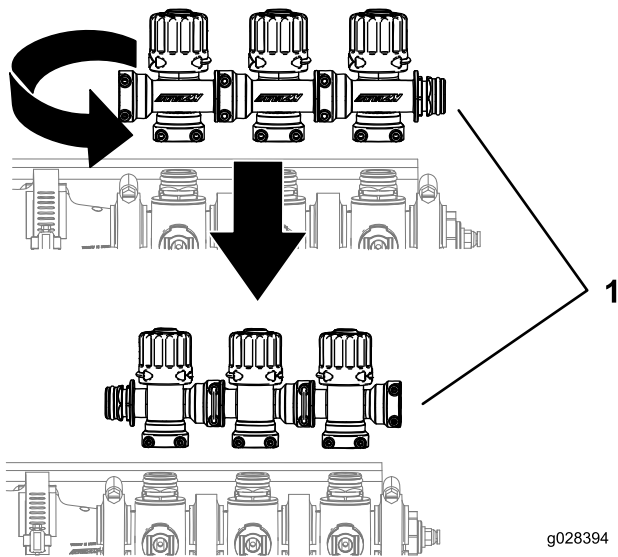

Bild 15
5. Drehen Sie die Sicherheitsventilgruppe des Auslegers um 180°, wie in Bild 15 abgebildet.